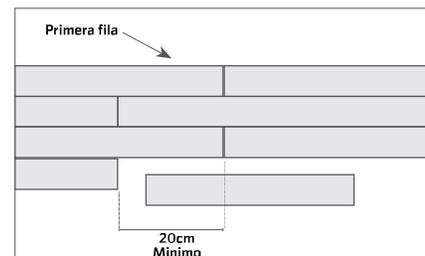

Figura 5
• **Mantenga un espacio de 20 cm** entre las juntas de los extremos después de las primeras cuatro filas para una mejor apariencia (Figura 5).